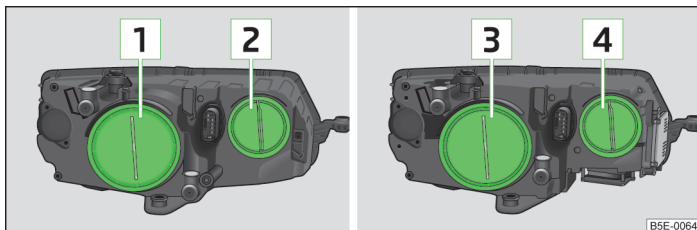

Fig. 212 Disponerea becurilor: Faruri cu halogen / cu xenon
- Detașați capacul din cauciuc **1** » fig. 212 la pagina 241.
- Detașați capacul din cauciuc **2** » fig. 212 la pagina 241.
- Detașați capacul din cauciuc **4** » fig. 212 la pagina 241.